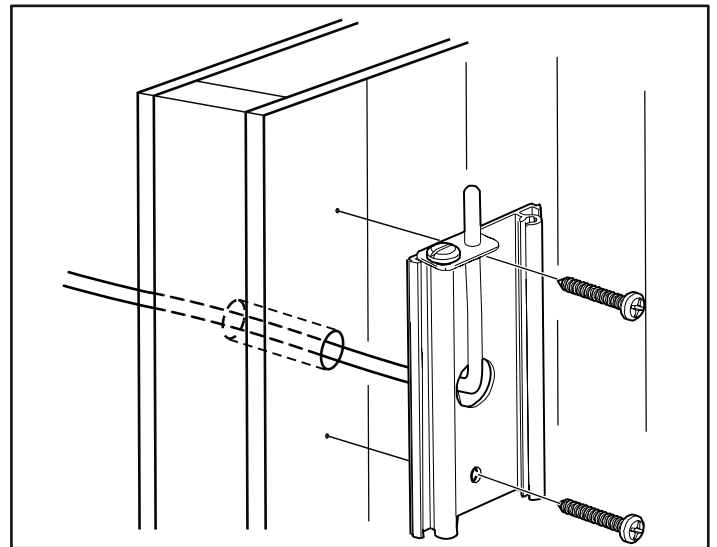

Afbeelding 20: Borgschroef voor beugel
2. Zet de kachel vast met de borgschroef (zie afbeelding 20).